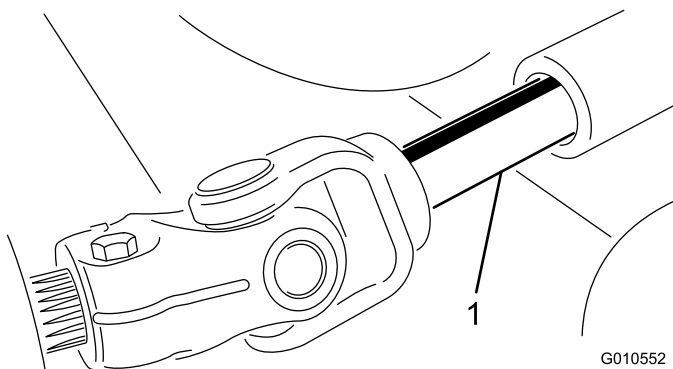

Bild 20
- Rollen Sie das Mähwerk von der Zugmaschine weg, trennen Sie die Außen- und Innengewindeteile der ZWA-Welle (Bild 20).
- Schieben Sie die Zapfwelle mit Außengewinde in die Zapfwelle mit Innengewinde (Bild 20).